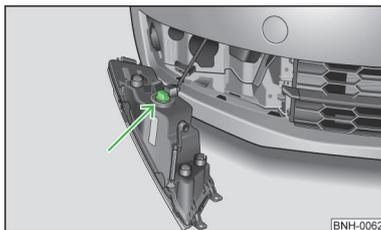

Fig. 175
- Quitar el conector » fig. 175.
- Girar el portalámparas hasta el tope en el sentido contrario a las agujas del reloj y extraerlo » fig. 175.